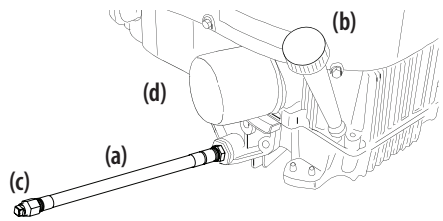

Figura 36
- Ubique la manguera de drenaje de aceite (a) en el costado del motor. Consulte la Figura 36.
- Para recoger el aceite usado, coloque un recipiente adecuado para recolectar el aceite, con al menos una capacidad de 2.5 cuartos (2.37 litros), debajo de la abertura del tubo de drenaje de aceite. Retire el tapón de llenado de aceite/la varilla de nivel de aceite (b) del tubo de llenado. Consulte la Figura 36.
- Mientras sostiene el extremo libre de la manguera de drenaje de aceite sobre el recipiente de recolección de aceite, desenrosque el tapón con cabeza cuadrada de la manguera (c) del extremo de la manguera de drenaje de aceite. Consulte la Figura 36. Drene el aceite del motor dentro del recipiente recolector.